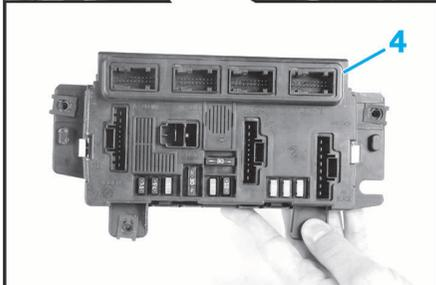

FIG. 11
- Déposer la platine (4) (Fig.11).